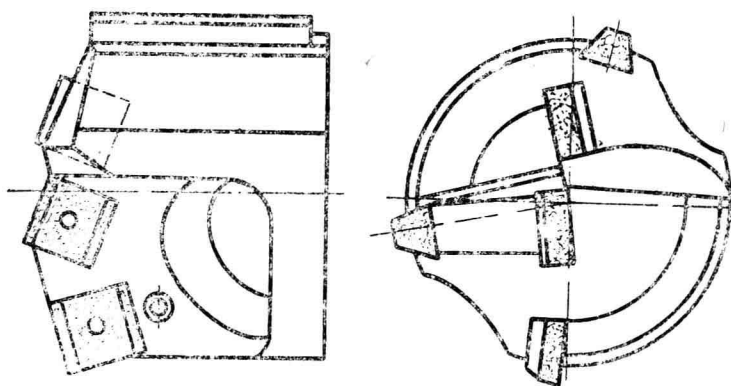

图 11 深孔钻
7) 如图 11 所示的深孔钻, 试选择外、内刀刃及导向块的刀具材料, 为什么这样选择 (深孔钻外刃的切削速度大于内刃的切削速度)?